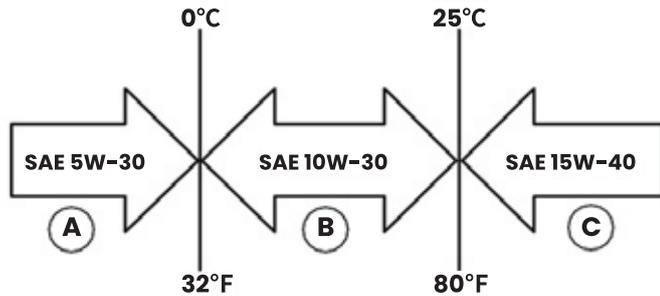

Figura 8: Aceite recomendado
1. Sólo utilice el aceite de motor especificado en la Figura 8.
7. Seleccione el aceite de motor adecuado como lo que se especifica en la Figura 8.